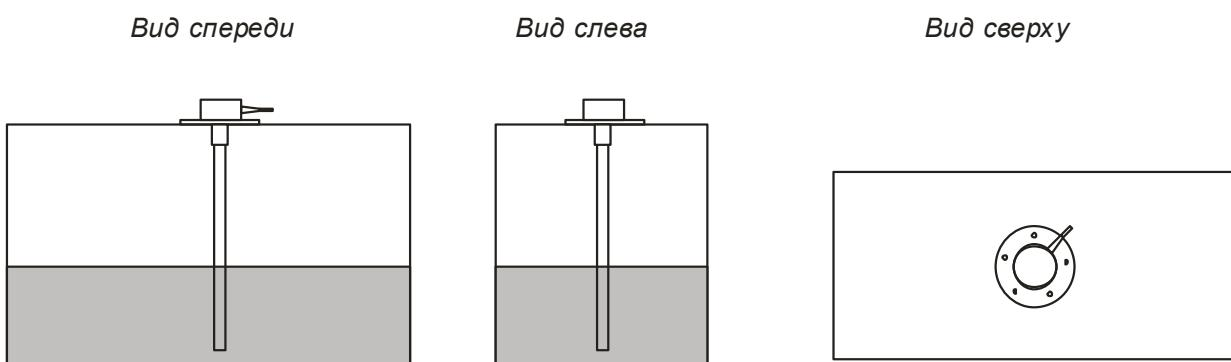

Рис.6
- 2) В случаях, когда невозможно обеспечить установку датчика по центру топливного бака, место установки необходимо максимально приблизить к указанным на (Рис.6; 7; 8).